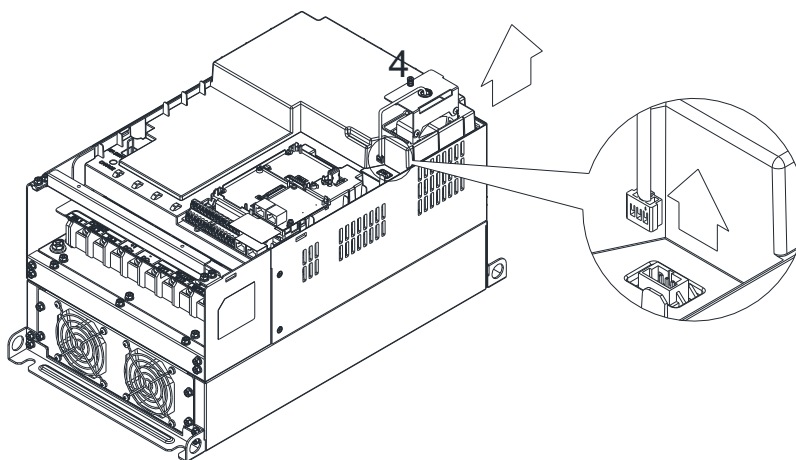

Рис. 3
3. Выкрутите винт 4 (Рис. 3), отсоедините кабель питания и снимите вентиляторы. Момент: 10-12 кг-см / [8.7-10.4 ф-дм] / [1.0-1.2 Нм]